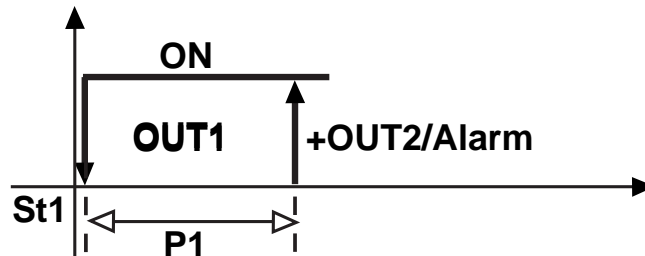

Fig.45
**Solution 2:** cette application peut être développée par le mode de départ, c'est à dire par C0=2, ne concernant ainsi pas le Différentiel de zone NEUTRE P3. Ci-après se trouve la liste des paramètres spéciaux à modifier, en démarrant sans modifier C0=2, en entrant directement avec le mot de passe 77 sur C33=1: C36=+100, C37=-100 et C38=3 (les autres inchangés). P25, P26, P27 et P28 complètent la programmation des sorties d'alarme. Le schéma de la figure 45 montre la logique obtenue avec cette solution:
**Lösung 2:** Diese Anwendung kann vom Ausgangsmodus entwickelt werden oder von C0=2, wenn Sie sich nicht um die Schaltdifferenz und die neutrale Zone P3 kümmern wollen. Wir werden alle speziellen Parameter auflisten, die eingestellt werden müssen, von C0=2 ausgehend, ohne ihn zu verändern und mit direktem Zugang durch Codezahl 77 auf C33=1: C36=+100, C37=-100 und C38=3 (alle anderen unverändert). P25, P26, P27 und P28 ergänzen die Programmierung der Alarmausgänge. Die Abbildung 45 stellt das Funktionsschema dar, welches Sie mit dieser Lösung erhalten: